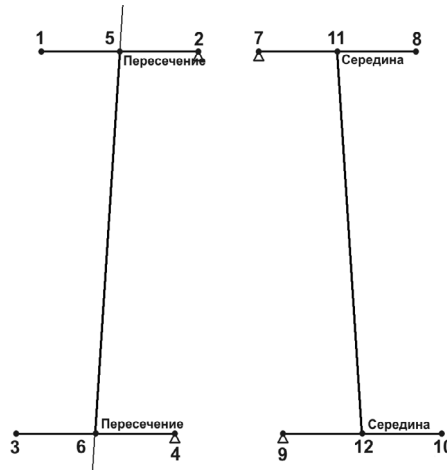

Рис. 63.2.
2. Постройте вспомогательную прямую, проходящую через середины отрезков 1–2 и 3–4 (рис. 63.2). Используйте локальную привязку **Середина**.